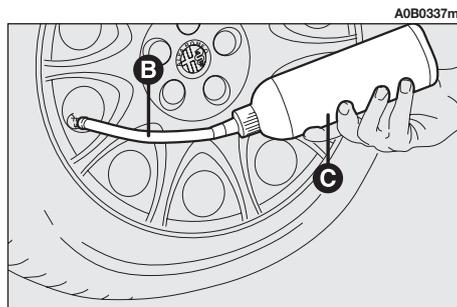

Abb. 16
**4)** Den Füllschlauch (**B, Abb. 16**) auf das Reifenventil aufsetzen, die Spraydose (**C, Abb. 16**) mit dem Rohr nach unten gerichtet halten, dann drücken, damit die Dichtmasse in den Reifen eindringt.